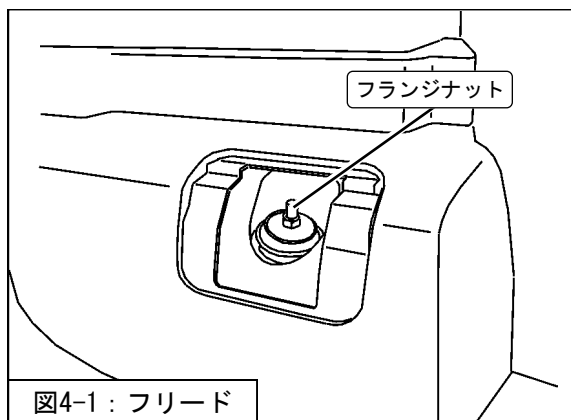

図4-1：フリード
2. フランジナット (締付トルク : 29N・m) を使用して、リアショックアブソーバASSY (同梱品) を車両に取付けてください。(図4-1)